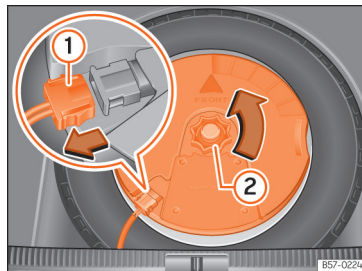

Рис. 193 Багажний відсік: знімання сабвуфера.
- Від'єднайте проводи від динаміка сабвуфера »» **рис. 193 ①**.
- Відкрутіть кріпильний гвинт запасного колеса проти годинникової стрілки »» **рис. 193 ②**.